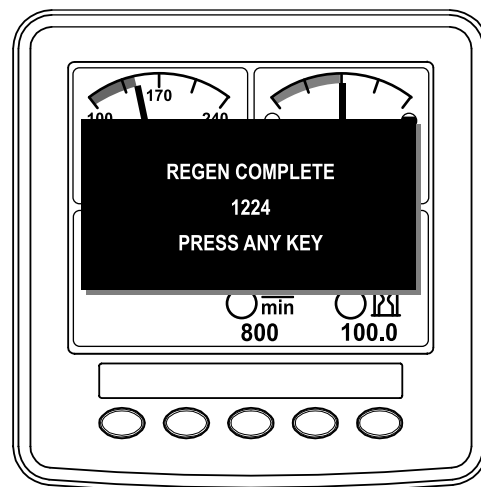

Figure 62
11. Quand le calculateur moteur achève une régénération en stationnement ou d'urgence, l'InfoCenter affiche ADVISORY #1224 (avis n° 183) (Figure 62). Appuyez sur un bouton pour retourner à l'écran d'accueil.